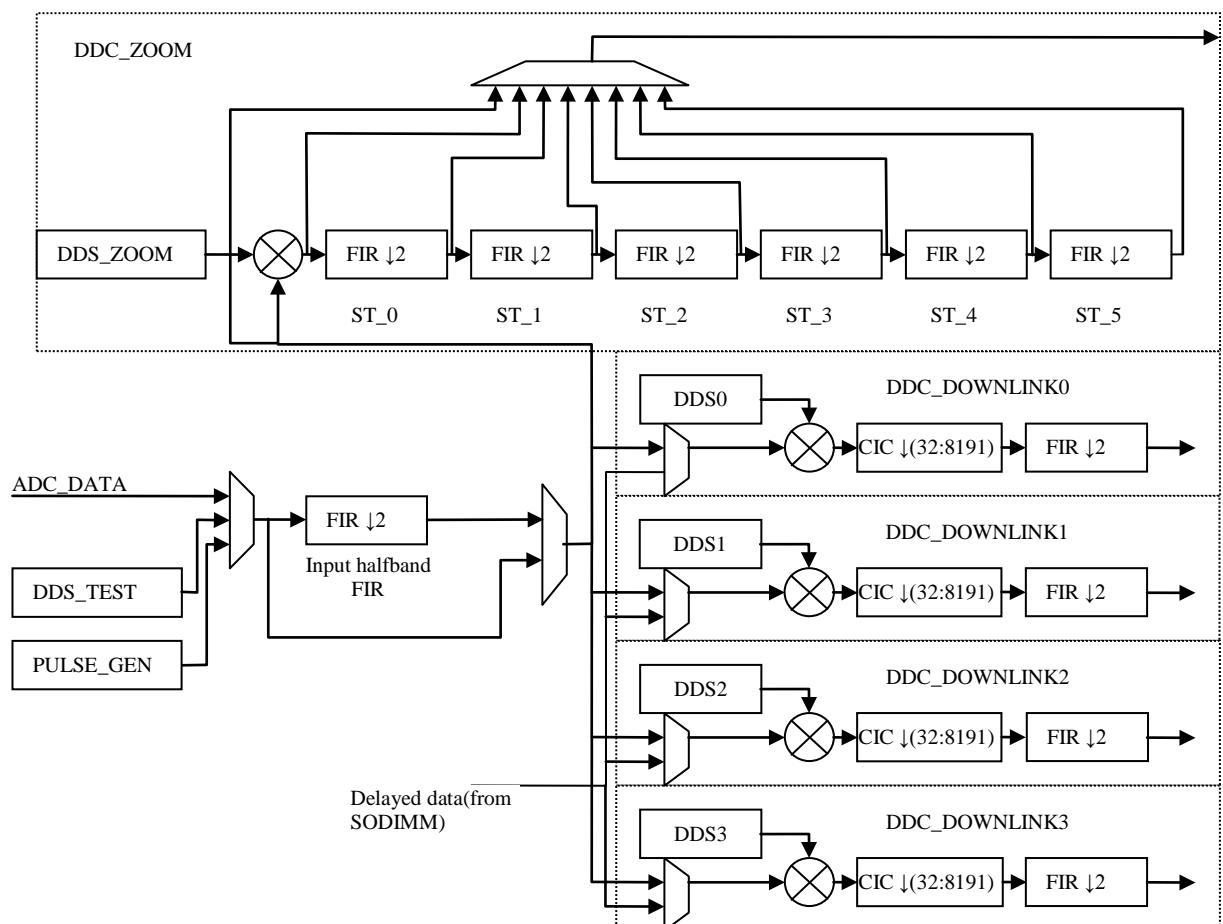

Рисунок 2 Структурная схема ЦОС устройства
- децимация полосы входного сигнала в диапазоне  $1 \dots 1/64$  от исходной (DDC\_ZOOM на рис.2);
- 4 независимых дополнительных канала данных для узкополосных сигналов с переносом спектра и децимацией в диапазоне  $1/64 \dots 1/16382$  от исходной (DDC\_DOWNLINK на рис.2);